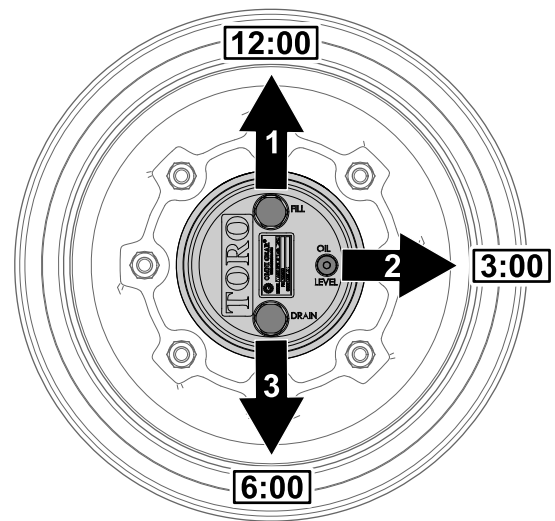

Figura 99
1. Aparque la máquina en una superficie nivelada, coloque la rueda de modo que el tapón de llenado se encuentre en la posición de las 12, el tapón de verificación en la posición de las 3 y el tapón de vaciado en la posición de las 6 (Figura 99).
2. Retire el tapón de verificación en la posición de las 3 (Figura 99).
- Aparque la máquina en una superficie nivelada, coloque la rueda de modo que el tapón de llenado se encuentre en la posición de las 12, el tapón de verificación en la posición de las 3 y el tapón de vaciado en la posición de las 6; consulte Figura 99 en Comprobación del lubricante de la transmisión planetaria \(página 72\).